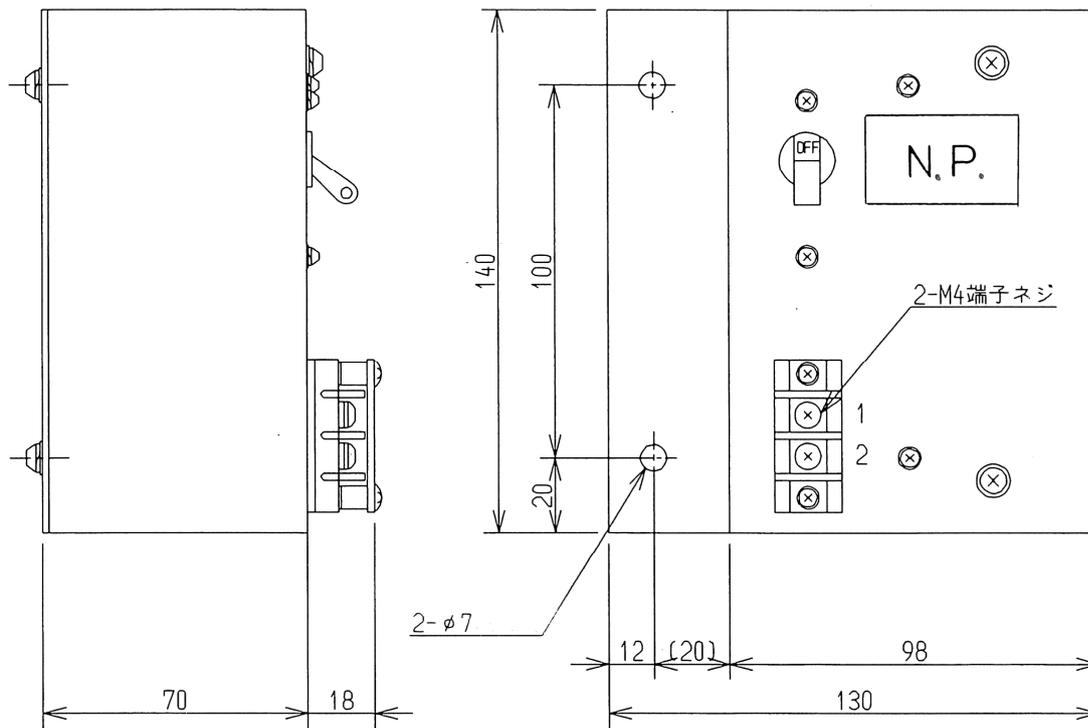
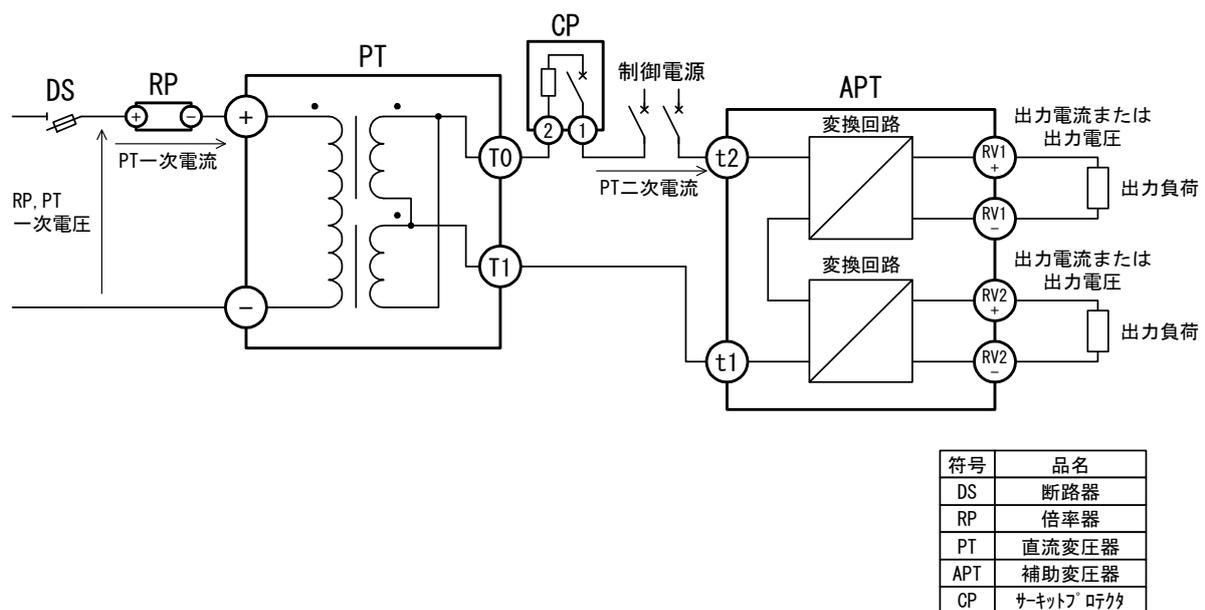

図 8-1 サーマイトプロテクタの外形寸法
図 8-2 サーマイトプロテクタの接続例
PCP-1 型は、直流変圧器 (PT) と組み合わせて使用するためのサーキットプロテクタ (CP) です。直流変圧器 (PT) の二次側に直列に接続しておき、何らかの不具合により PT 二次電流が大幅に増加した場合に制御電源と切り離せるようにします。PCP-1 型の外形寸法を図 8-1 に、接続例を図 8-2 に示します。